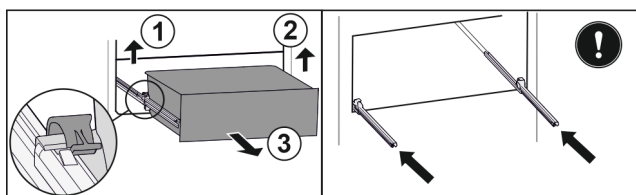

Fig. 129
- ▶ Tõstke vasakut klambrit üles ja tõmmake samaaegselt sahtlit vasakult ettepoole. Fig. 129 (1)
- ▶ Tõstke paremat klambrit üles ja tõmmake samaaegselt sahtlit paremalt ettepoole. Fig. 129 (2)
- ▶ Võtke sahtel ettepoole välja. Fig. 129 (3)